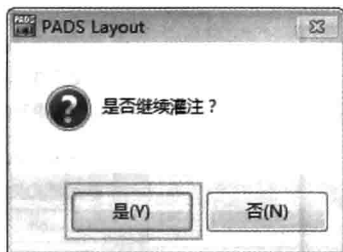

图 5-69 提示对话框
(2) 在绘图工具栏下单击覆铜图标,并完成覆铜的绘制,完成后弹出“添加绘图”对话框,在对话框中单击【通过单击分配网络】按钮,然后单击 PCB 上这个网络的焊盘、过孔或走线即可为铜箔分配网络。
(3) 覆铜灌注。单击绘图工具栏中的【灌注】图标,如图 5-68 所示,即可进入覆铜灌注模式,此时单击任何一个覆铜的区域,都会弹出图 5-69 所示的对话框,单击【是】按钮即可覆铜灌注。